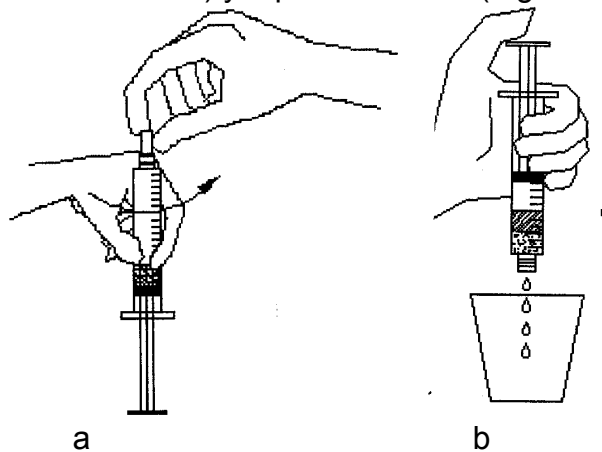

Figura 10. Pasos para lavar el gas obteniendo si éste no es soluble en agua.
11. Cuando se ha obtenido la cantidad deseada de gas (no mas de 20 ml) se detiene la reacción, para lo cual, gira la jeringa de manera que la punta quede hacia arriba y con cuidado (pues el gas puede estar bajo presión) quite la tapa, gire la jeringa 180° (Figura 10 a) y deseche el exceso de reactivo liquido en un recipiente (Figura 10 b). **NO SE DEBE QUITAR LA TPA DE LA JERINGA CUANDO ESTA ESTÁ BOCA ABAJO, PUES EL REACTIVO LIQUIDO SE DERRAMARIA COMO UN SPRAY FUERA DE LA JERINGA.** Inmediatamente tape la jeringa de nuevo para evitar que el gas escape.
11. Para Eliminar el exceso de reactivos y obtener el gas puro se puede lavar, para lo cual es necesario tomar con la jeringa 5 ml de agua destilada, tapar la jeringa, agitar para disolver los reactivos, destapar (con la jeringa boca arriba), desechar solo el agua (GIRANDO 180°) y tapar de nuevo. (Figura 10).